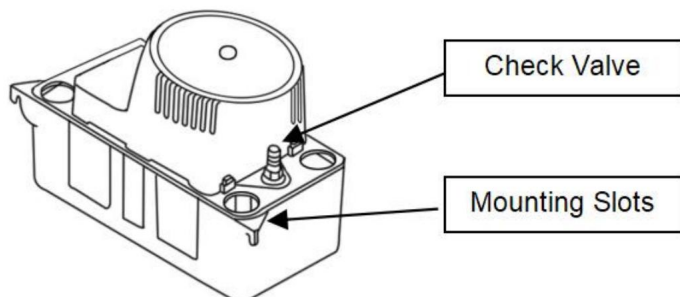

Figure 5
3. Montaż pompy: zbiornik posiada dwa otwory do montażu jednostki. Otwory znajdują się na końcach zbiornika (rysunek 5). Jednostkę należy zamontować z boku klimatyzatora lub w pobliżu ściany. Pompa musi być wypoziomowana, a wlot musi znajdować się poniżej odpływu węzownicy. Złączki rurowe nie są kompatybilne z plastikową obudową pompy.
Od tego najwyższego punktu linia odpływowa powinna lekko opadać w dół do punktu powyżej obszaru odpływowego; następnie obróć w dół i rozciągnij do punktu poniżej lub mniej więcej na poziomie dna jednostki kondensatu. To da efekt syfonowania, który poprawi wydajność jednostki kondensatu i w większości przypadków wyeliminuje potrzebę zawór zwrotny (rysunek 5). Jeżeli nie jest możliwe nachylenie przewodu wylotowego w dół, należy wykonać odwrócona pułapka w kształcie litery „U” umieszczona bezpośrednio nad pompą w najwyższym punkcie.